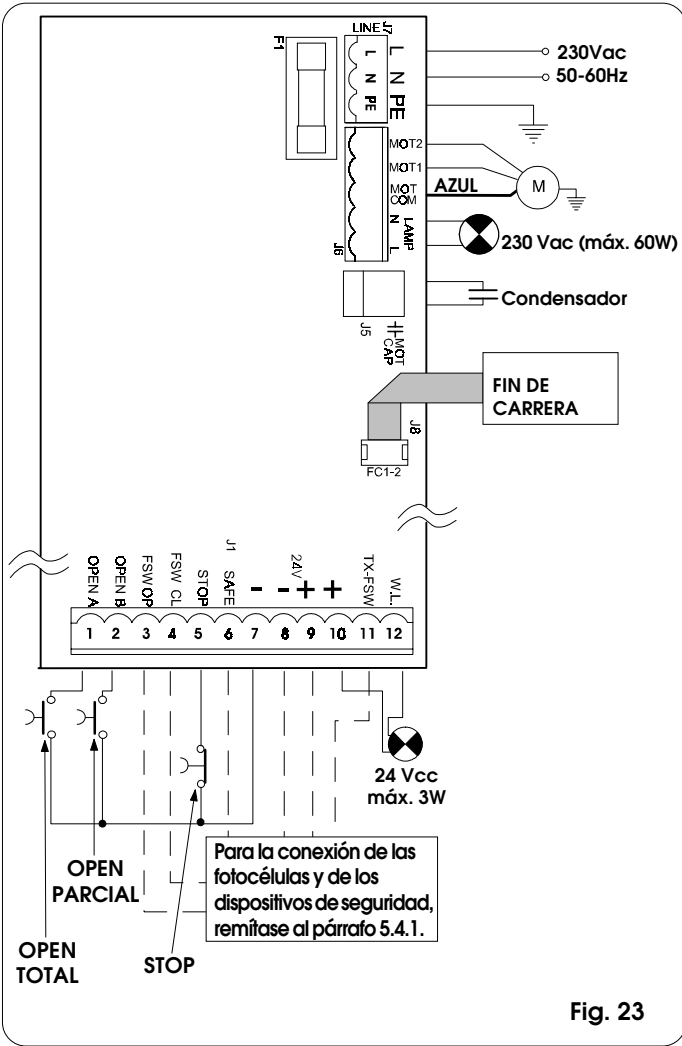

Fig. 23
5.4.2. Regleta de bornes J7 - Alimentación (fig. 23)
5.4.3. Regleta de bornes J6 - Motores y destellador (fig. 23)
5.4.4. Regleta de bornes J1 - Accesorios (fig. 23)